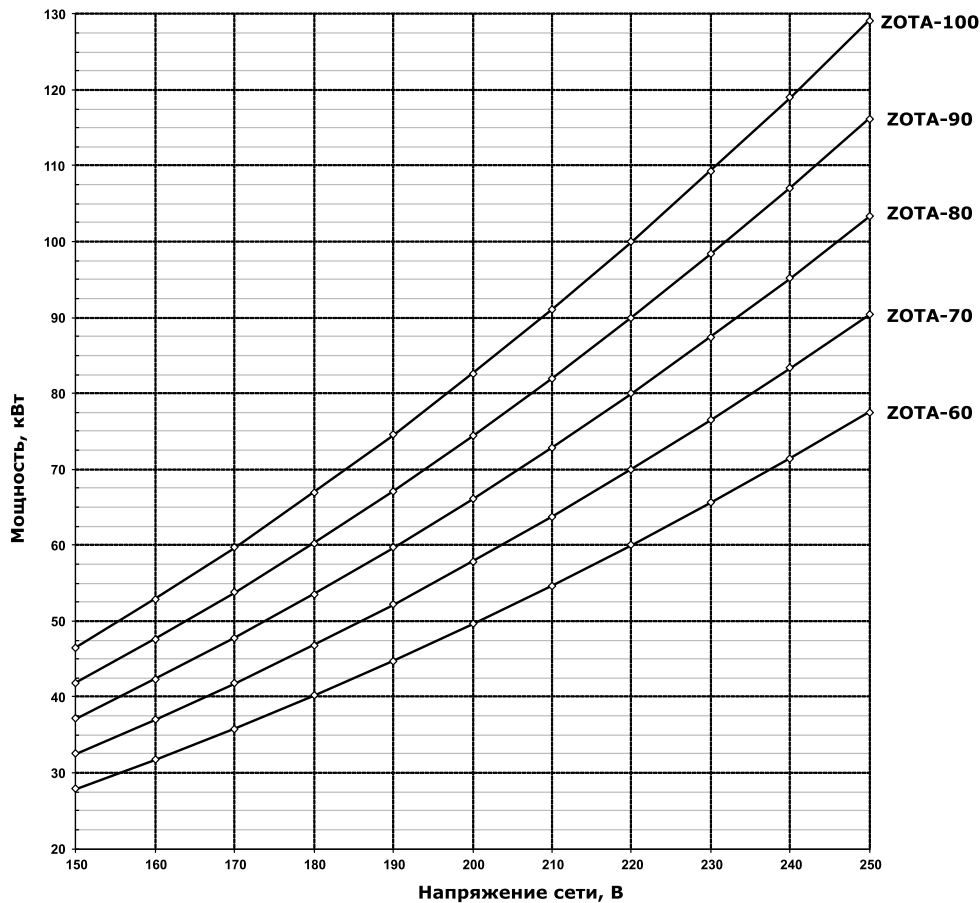

Рис.12 График изменения мощности котла в зависимости от питающего напряжения
1.4. Котел предназначен для работы в 3-х фазных сетях переменного тока напряжением 380 В, частотой 50 Гц с глухозаземленной нейтралью. Номинальное напряжение между нулем и каждой фазой 220 В ±10% (в соответствии с ГОСТ 32144) от 200 В до 240 В. При питании пониженным напряжением мощность котла значительно снижается (см. Прил.3, Рис.12).